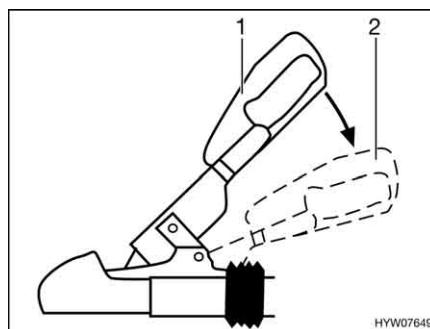

Bild 193 Stabilisierungsgriff
- Die Stabilisierungseinrichtung aktivieren. Dazu den Kupplungsgriff aus geschlossener Stellung (Bild 193,1) bis zum Anschlag nach unten drücken (Bild 193,2).